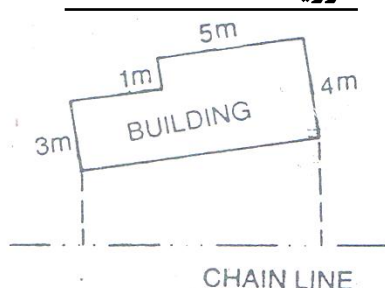

Fig. 2.13
- که چېرته تعمیر کو چني وي دهغې کنجونه د مايل یا عمودي افسټ پواسطه باندې رسمېږي او نور نقاط په مستقیم ډول سره اندازه کوو او په ساحوي کتاب کېږي لیکو. د fig 2.13 شکل مطابق